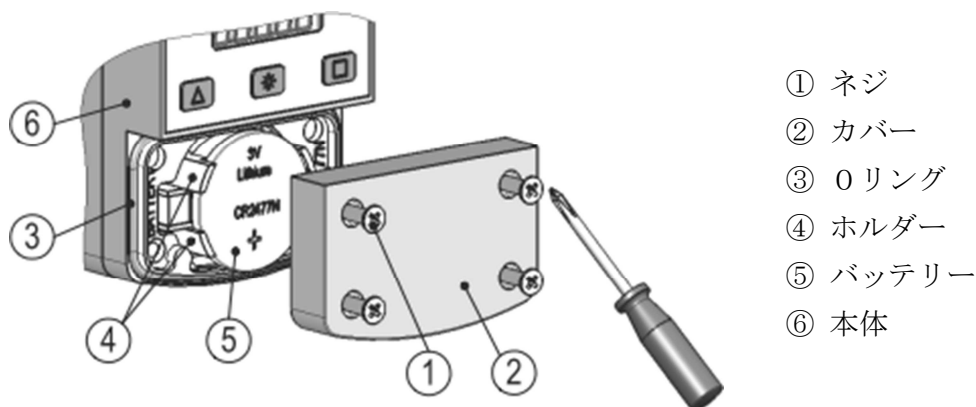

図8：バッテリー交換
- ▶ Oリング③が正しく取り付けられているかを確認してください。
- ▶ カバー②が本体⑥と完全に揃うまで、ネジ①を均等に締め付けます。(図8参照)
取り外し (図8参照)
取り付け (図8参照)